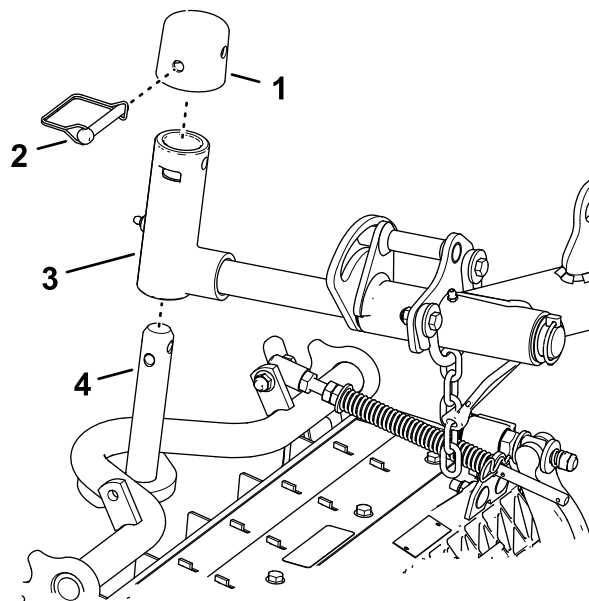

Figure 17
1. Glissez une unité de coupe sous le bras de levage (Figure 17).
Blocage du pivot des unités de coupe sur une pente – Bloquez le pivot des unités de coupe pour empêcher celles-ci de pivoter vers le bas quand vous tondez à flanc de pente. Utilisez le trou dans la chape de pivot (Figure 17) pour bloquer l'unité de coupe. Utilisez la fente pour une unité de coupe de direction.